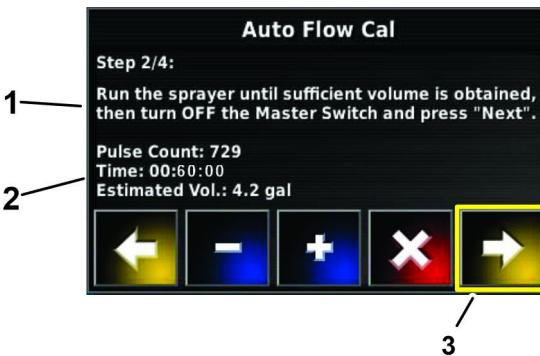
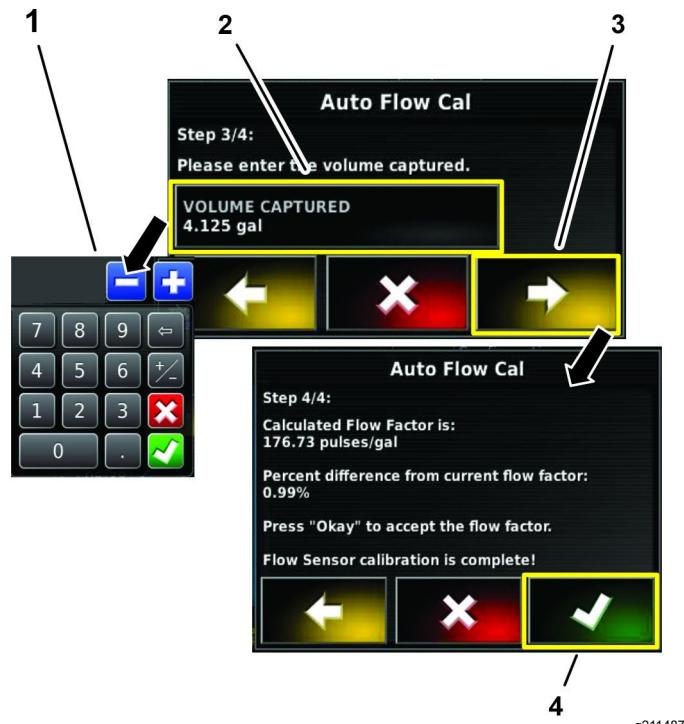

图 84
图 85
12. 用键盘输入计算所得的液量图 84 和图 85。
### 13. 确认流量校准系数 图 85。